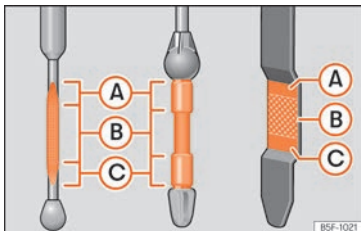

Abb. 282 Ölmesstab
- Den Messstab anschließend wieder herausziehen und den Ölstand ablesen »» Abb. 282. Füllen Sie gegebenenfalls Motoröl nach.
- Wenn der Ölstand mindestens den Bereich »» **Abb. 282** **B** erreicht hat, vorsichtig den Deckel des Einfüllstutzens aufschrauben »» **!**
Liegt der Ölstand über dem Bereich »» **Abb. 282** **A**, starten Sie den Motor bitte
Der Ölstand darf keinesfalls über dem Bereich »» **Abb. 282** **A** stehen, andernfalls könnte Öl über die Entlüftung der Motorölwanne angesaugt werden und über die Abgasanlage in die Atmosphäre gelangen.